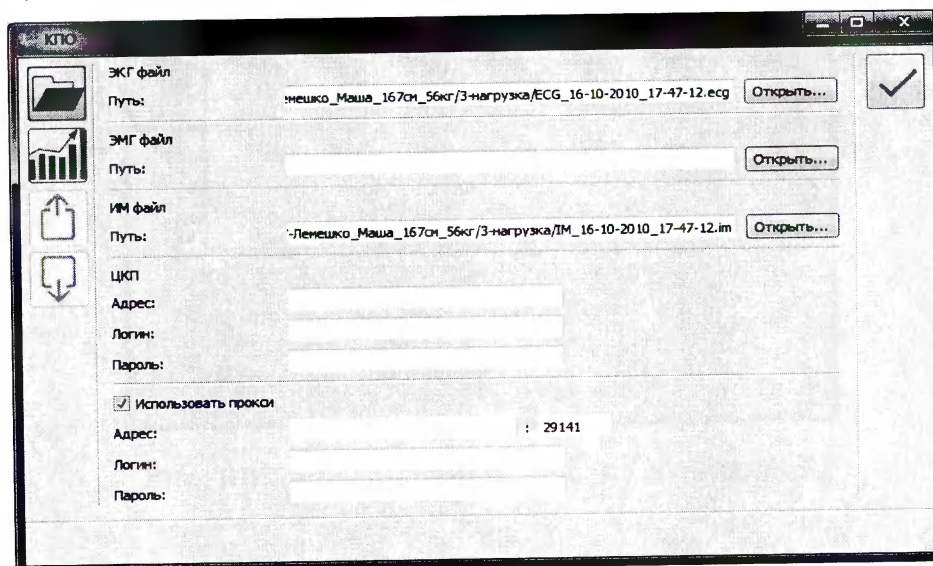

Рисунок 57 - Главное окно программы
- в главном окне необходимо открыть файлы (рисунок 57). Дополнительно можно ввести данные для входа на сервер ЦКП, для этого необходимо ввести Адрес (в формате http://), логин, пароль на ЦКП;